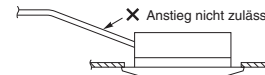

Abb. 3-13
- Das Rohr nicht so einbauen, dass es von der Anschlussstelle aus ansteigt. In diesem Fall fließt das Ablaufwasser zurück in das Gerät, was nach dem Ausschalten Leckwasser verursacht. (Abb. 3-13)